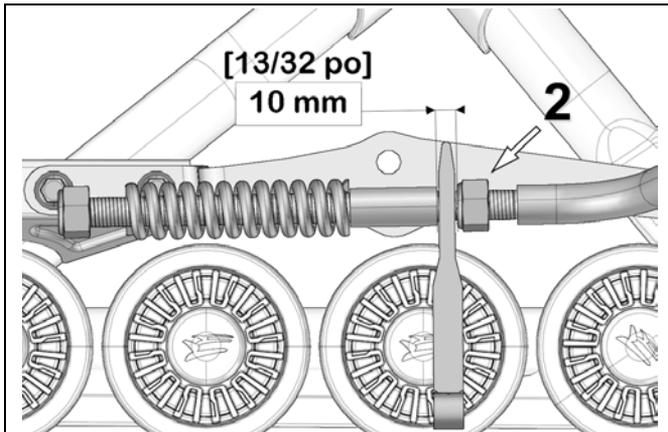

Figure 11
- Régler l'écrou (2) afin de produire une distance de 10 mm entre le guide du bras stabilisateur et l'écrou, comme le montre la Figure 11.